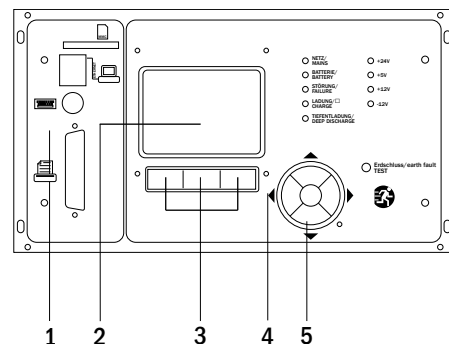

Abb. 19: Bedienelemente
Der LCD-Bildschirm (2) dient zur Anzeige von **Menüs** und **Informationen**. In der untersten Zeile werden – sofern aktiv – die mittels der drei Tasten (3) erreichbaren **Softkey Funktionen** angezeigt (Abb. 19). Zur Navigation und Dateneingabe werden die ringförmig angeordneten Pfeiltasten \triangle , ∇ , \triangleleft und \triangleright (4) sowie die Enter-Taste \circ (5) verwendet. Dabei dienen meist \triangle und ∇ zur Anwahl von Menüs und Eingabefeldern. Die Auswahl wird jeweils durch helle Hinterlegung angezeigt **invertierte Darstellung**. Die Tasten \triangleleft und \triangleright dienen zum Ändern von Werten; in manchen Fällen muss die so erfolgte Eingabe mit der Enter-Taste \circ bestätigt werden. Wird am rechten Rand der Anzeige eine Pfeilspitze \blacktriangleright angezeigt, so handelt es sich bei der betreffenden Zeile um ein Untermenü. Dieses kann nach Anwahl der Zeile durch Drücken von \triangleright oder Enter \circ geöffnet werden. Von dort gelangt man mit der Softkey-Taste **Zurück** bzw. **Ende** wieder zurück.
Nach der Inbetriebnahme wird in der LCD-Anzeige der Anlagenzustand dargestellt (Abb. 19) z.B. Zeit (1) und Datum (2), aktuelle Batteriespannung (3) und aktueller Batterie-Ladestrom (im Batteriebetrieb – Entladestrom) (4), Anlagenstatus (5, 6). Über die Softkey-Tasten (8) erreichen Sie die eingebaute **Hilfe**-Funktion, könne einen **Test** durchführen oder das **Menü** aufrufen.